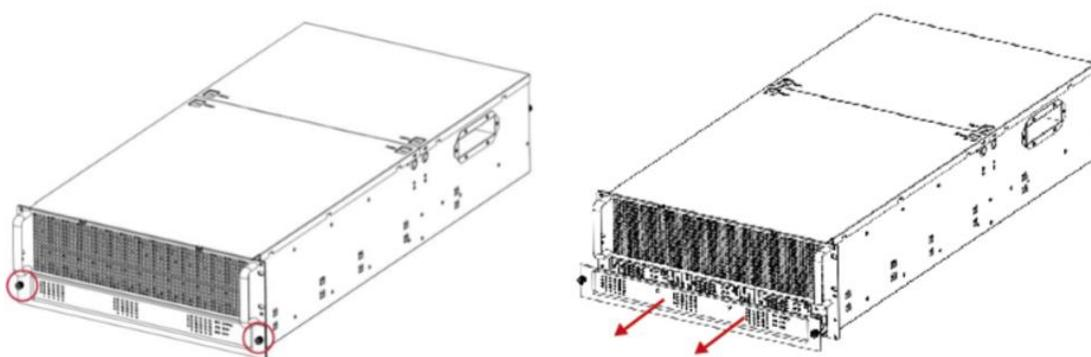

Рисунок 143 - Демонтаж модуля объединительной платы НМД
- 3) Держать рычаг объединительной платы, чтобы вытащить заднюю панель из корпуса модуля хранения (см. Рисунок 143).